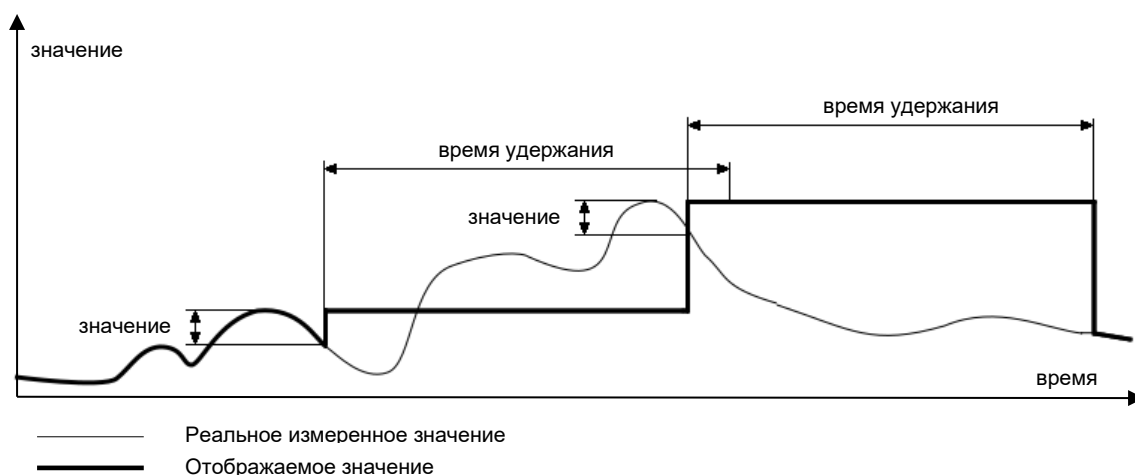

Рисунок 2.54 – Отображение текущего значения измеряемого сигнала
**2.17.2.6 «Фильтр: Пиковый детектор»** – функция, которая позволяет обнаруживать и визуализировать пиковые значения измеряемого сигнала. Обнаружение пиков возможно, если значение измеряемого сигнала увеличивается, а затем уменьшается (или наоборот) на величину, заданную пользователем. После этого зафиксированное пиковое значение может сохраняться в течение установленного пользователем промежутка времени. Если в течение этого времени РМТ 19 обнаруживает новый пик, его значение обновляется, а отсчет времени удержания запускается заново. В случае истечения заданного времени и отсутствия обнаружения нового пика, РМТ 19 переходит к отображению текущего значения измеряемого сигнала (см. рисунок 2.54).